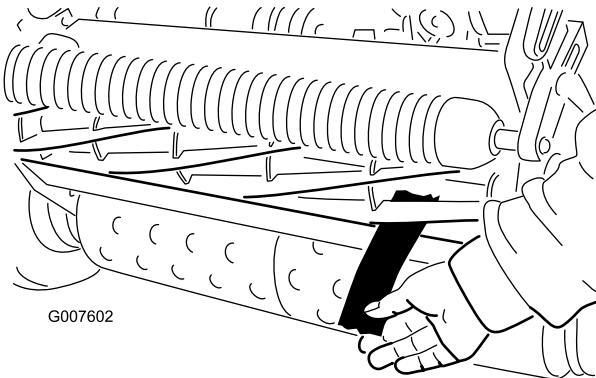

Bild 40
- Führen Sie an beiden Seiten der Spindelvorderseite einen langen Zeitungspapierstreifen zwischen die Spindel und dem Untermesser ein (Bild 40). Drehen Sie die Spindel langsam vorwärts. Drehen Sie gleichzeitig die Einstellschraube des Untermesserträgers nach rechts (an demselben Ende der Spindel um jeweils einen Klick, bis das Papier an einer Seite der Spindel leicht festgehalten wird, wenn es von vorne parallel zum Untermesser eingeschoben wird. Das führt zu einem leichten Widerstand, wenn Sie am Papier ziehen (Bild 39).
- Vergewissern Sie sich nach dieser Einstellung, dass die Spindel Papier einklemmen kann, das von vorne eingeführt wird, und Papier schneiden kann, das senkrecht zum Untermesser eingeführt wird (Bild 40). Papier müsste sich mit minimalem Kontakt zwischen Untermesser und Messerspindeln schneiden lassen. Wenn der Spindelwiderstand zu hoch ist (mehr als 0,79 Nm), läppen oder fräsen Sie das Mähwerk, um die für genaues Schneiden erforderlichen scharfen Kanten zu erhalten. Weitere Informationen finden Sie in der Toro Bedienungsanleitung für das Schärfen der Spindeln.